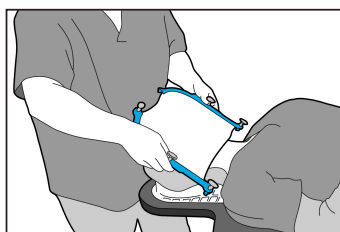

図2
4. 患者顔面に対して45°の角度で熱可塑性樹脂を上方に傾け、熱可塑性樹脂の縁を患者の下顎の下に引っ掛けて開始します (図 2)。